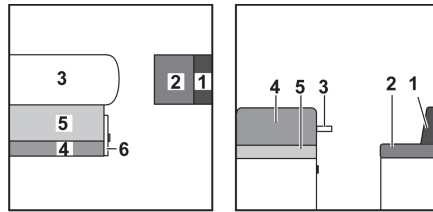

Fig. 167 Antes de la transformación
- Ampliar la mesa (Fig. 167,3) y transformar la mesa colgante ampliada en la base de cama (véase apartado 7.9).
- Tirar del asidero y abrir la trampilla (Fig. 167,6).